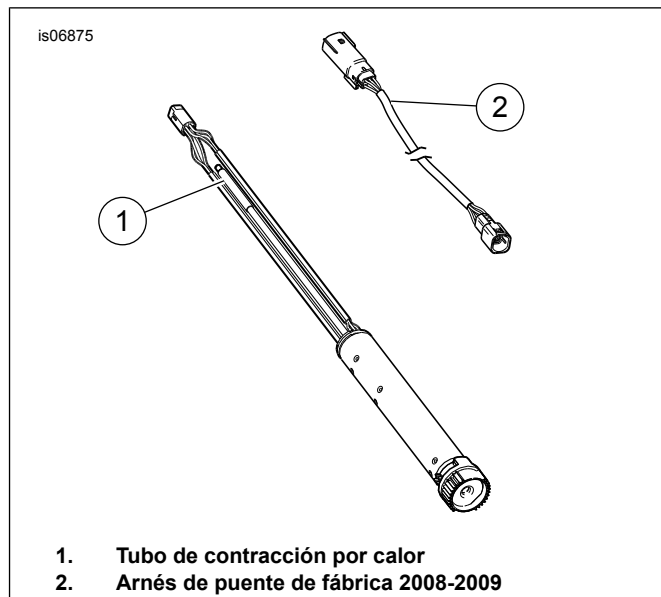

Figura 3. TGS 2008 y 2009 y arnés
3. Vea la Figura 3. Desenchufe el arnés de puente TGS del TGS y del arnés principal. Deseche el arnés de puente (2).